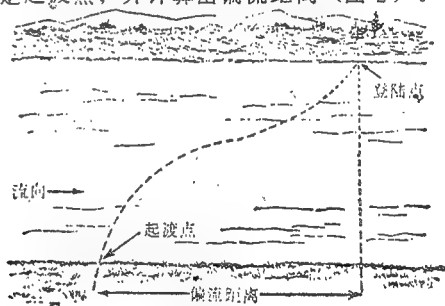

图 2
1. 选择起渡点。横渡江河、海峡时，为了准确地到达预定登陆点，泅渡前必须进行现地勘察和向当地群众调查。根据地形、水情和泅渡技术状况选定起渡点，并计算出偏流距离（图2）。